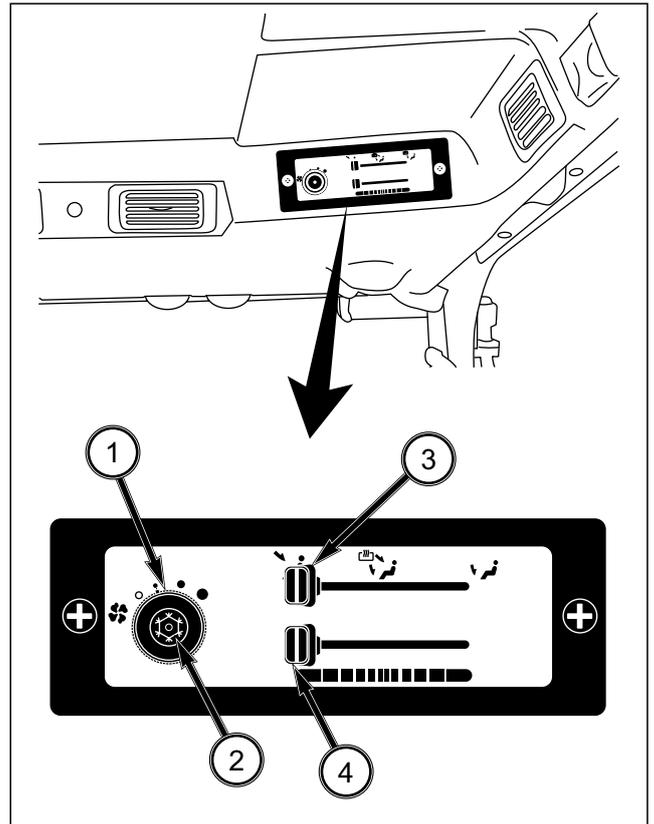

FIG. 6-31
FIG. 6-31 et 6-32 : Pour mettre en marche la climatisation, appuyez sur le bouton (2).